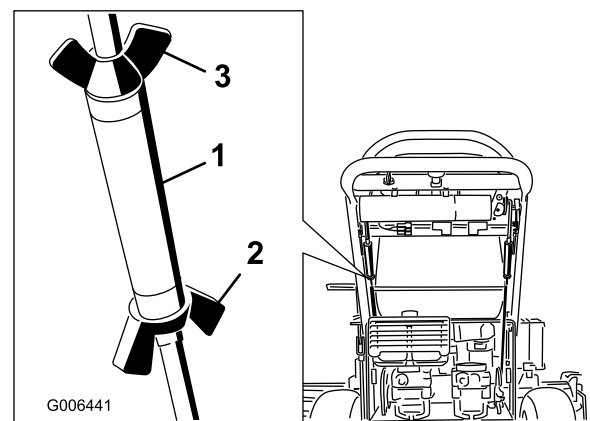

Bild 47
2. Lösen Sie die Flügelmutter an der rechten Steuerstange und drehen Sie die Spannschraube rein oder raus, um sicherzustellen, dass der Steuerhebel in der arretierten Neutral-Stellung zentriert ist. Befestigen Sie die Spannschraube mit der Flügelmutter (Bild 47).
3. Lösen Sie die Flügelmutter an der linken Steuerstange und drehen Sie die Spannschraube hinein oder heraus, um die Spurweite zu verstellen. Befestigen Sie die Spannschraube mit der Flügelmutter (Bild 47).